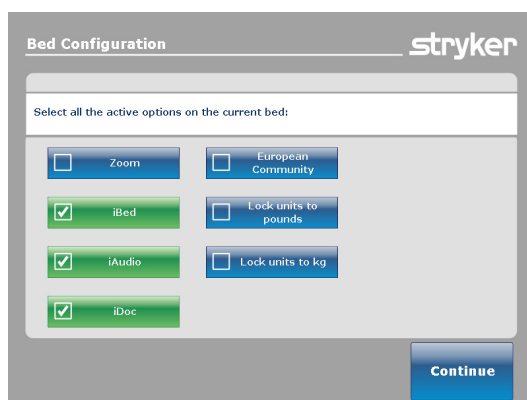

Figure 30 : Écran des «Options du lit»
1. Enfoncez simultanément et maintenez enfoncés pendant 5 secondes les boutons **HOB 30** et **BRAKE**, puis relâchez les boutons. L'écran des «Options du lit» (figure 30) s'affichera.
Remarque : les options sélectionnées à la figure 30 sont iBed, iAudio et iDoc. Les options sélectionnées s'afficheront en vert.